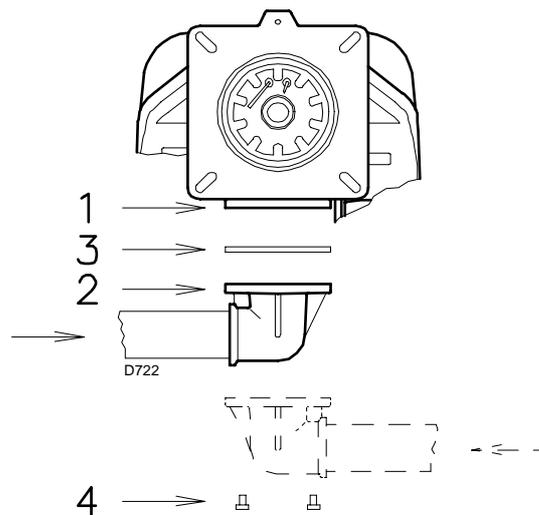

Fig. 19
- ▶ La rampa puede llegar por la derecha o por la izquierda, según convenga. Ver Fig. 19.
- ▶ La rampa de gas va acoplada a la conexión de gas 1)(Fig. 19), mediante la brida 2), la junta 3) y los tornillos 4), que se suministran con el quemador.